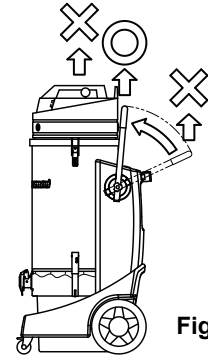

Fig.2
- 3) 本製品をクレーンなどで吊り上げる場合、ハンドル位置を右図のようにしてから、ハンドルにフックをかけるなどして吊り上げてください。(Fig.2)